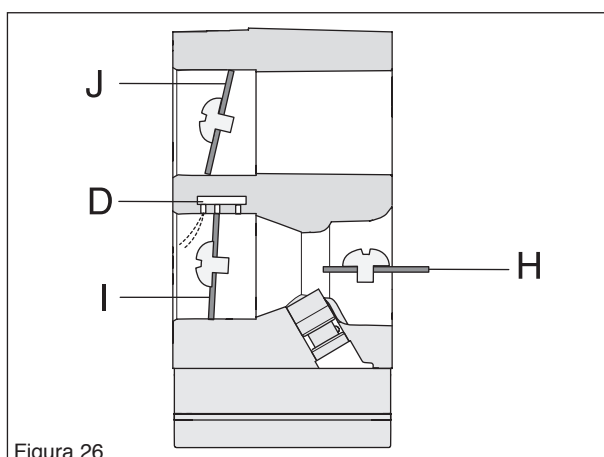

Figura 26
Se aspira aire por una abertura en la mariposa de aceleración y se alimenta una pequeña cantidad de combustible por el difusor (D). (Ver la figura 26.)